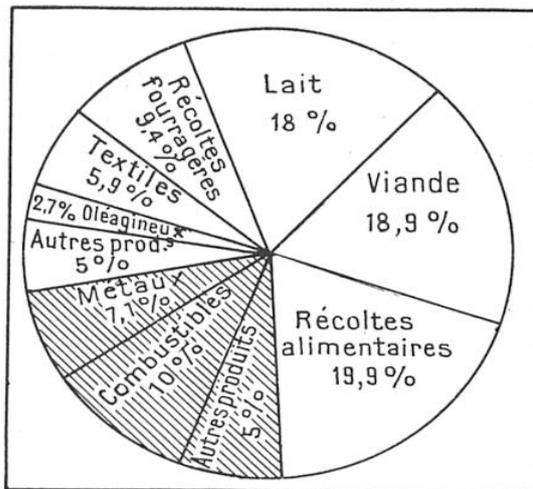

FIG. 1. - RÉPARTITION DE LA PRODUCTION DES MATIÈRES PREMIÈRES D'APRÈS LEUR NATURE
**M**ALGRÉ le développement de notre civilisation mécanique, l'homme, pour son alimentation, et le bétail demeurent les plus gros consommateurs de matières premières. Il faut, en effet, observer (fig. 1) que la production agricole représente les 4/5 environ de l'activité mondiale dans le domaine des matières premières. Elle atteint 56,8 % pour les récoltes alimentaires (froment, riz, pommes de terre, sucre), la viande et le lait ; 22 % pour les autres produits agricoles (orge, avoine, maïs, vin, café, thé, oléagineux, etc.). Il ne reste que 21,2 % pour les produits non agricoles, dont 10,1 % pour les combustibles et 7,1 % pour les minerais et métaux, or exclu (1).